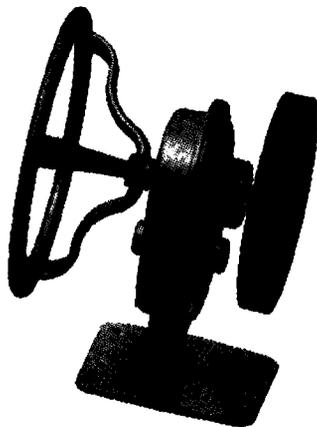

Рис. 8.2. Представления уровня детализации могут удалить компоненты из памяти
11. Щелкните правой кнопкой мыши и выберите **Подавить** в контекстном меню. Результат этого действия показан на рис. 8.2.